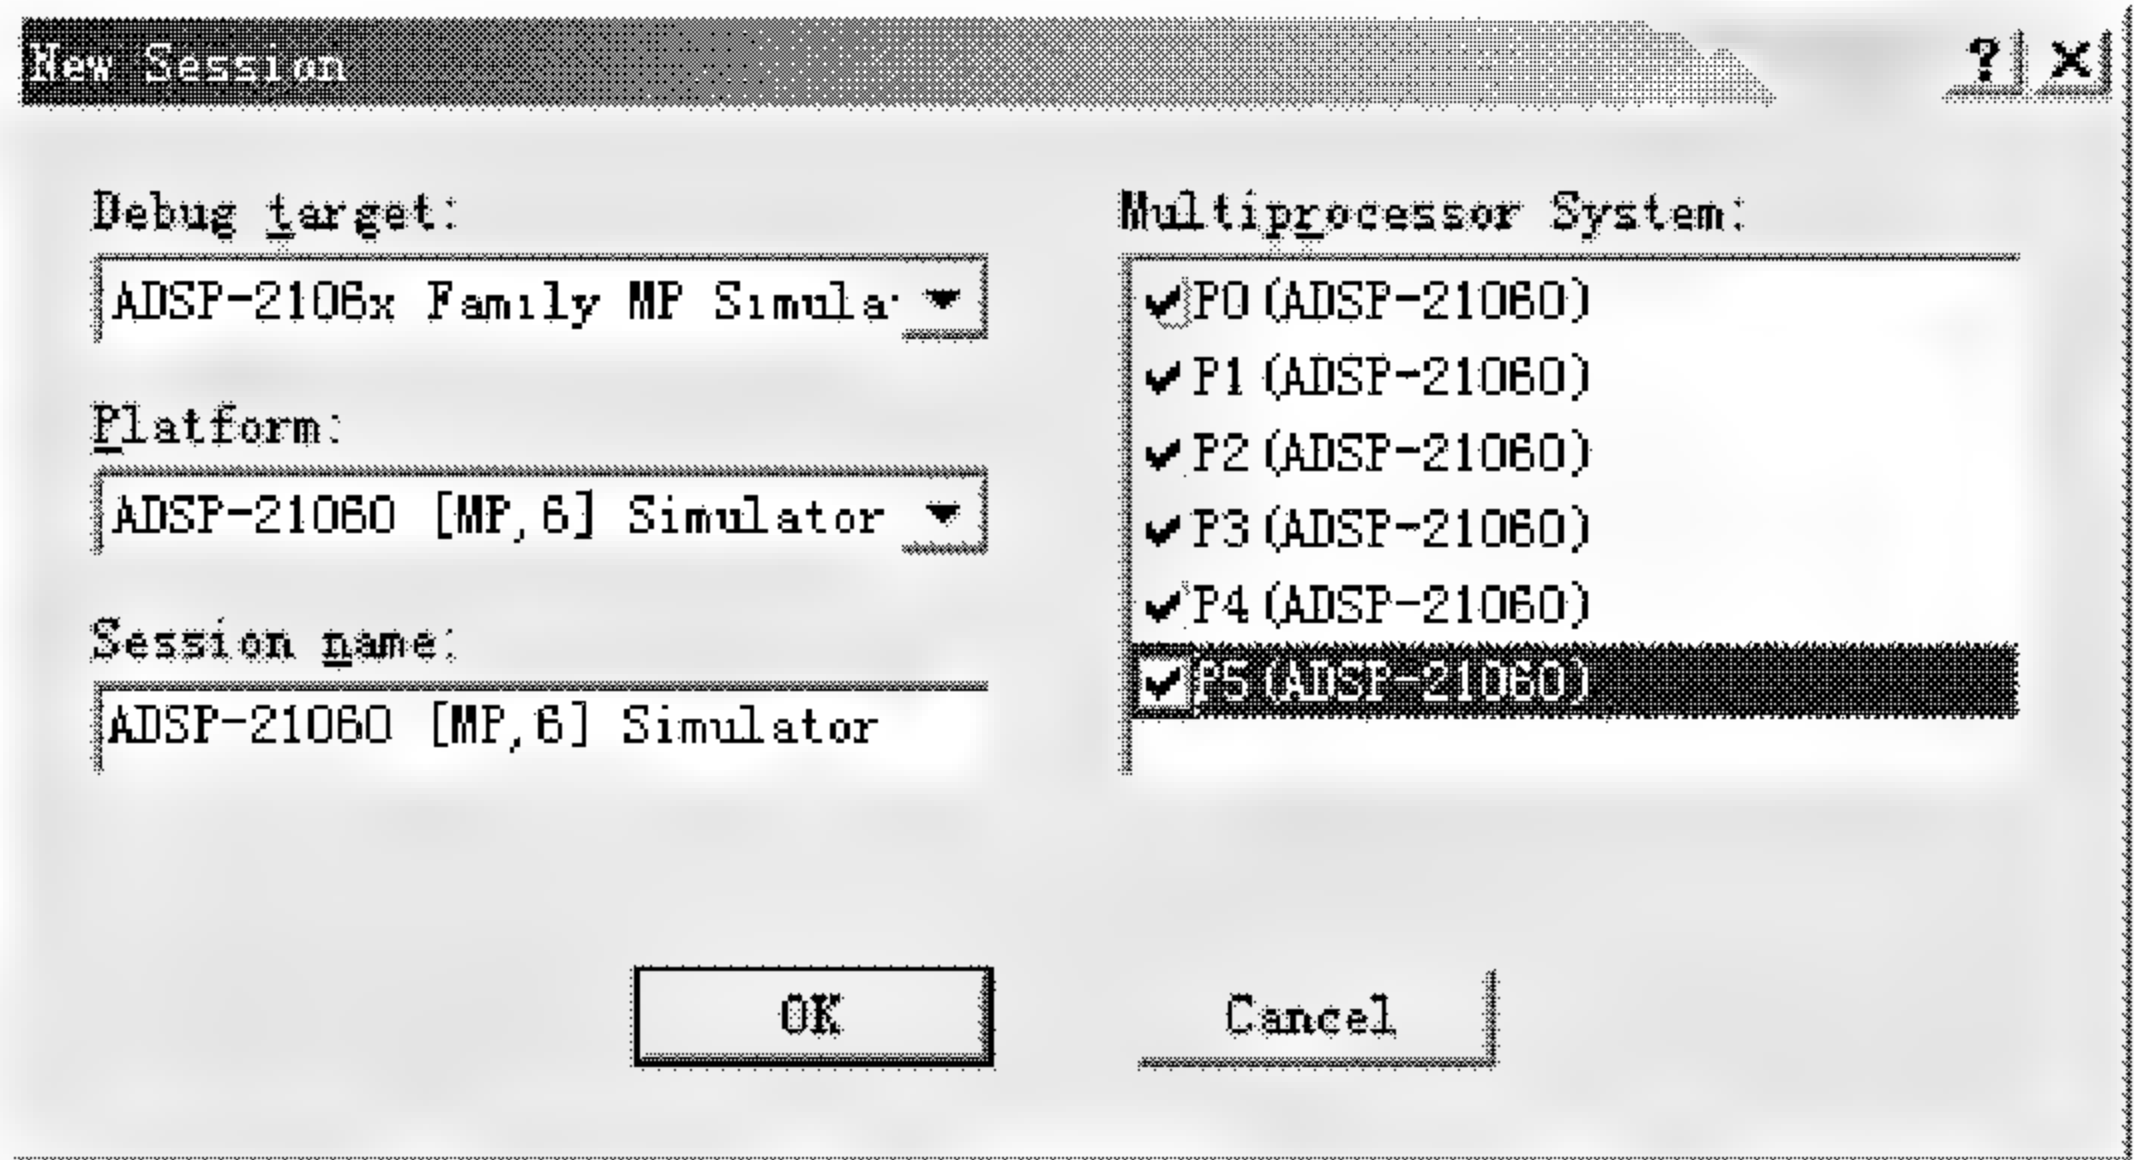

图 4.16 配置多处理系统
(1) 配置多 DSP 系统：选择 Session → New Session，打开 New Session 对话框。在 New Session 对话框中选择多 DSP 软件模拟器(MP Simulator)，如图 4.16 所示。